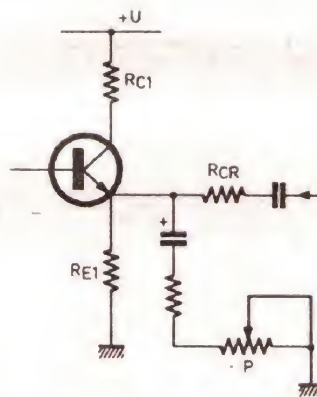

Fig. 11. — Dosage de la contre-réaction.
Un ou plusieurs condensateurs placés judicieusement permettent de faire varier la contre-réaction, donc le gain, en fonction de la fréquence. Sur le schéma de la figure 6, le condensateur voit sa réactance augmenter, d'autant plus que les fréquences sont plus basses, ce qui a pour effet de diminuer la contre-réaction, d'où un gain plus fort à ces fréquences. Le même effet pourrait être obtenu par un condensateur placé en parallèle sur la résistance R_{E1} . Sur la figure 11, nous avons représenté un tel circuit, utilisant un potentiomètre (P) afin de remonter plus ou moins le signal en amplitude.